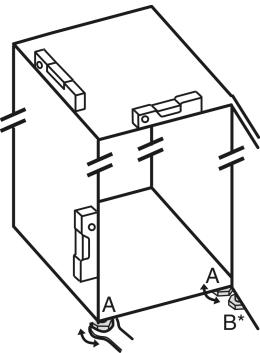

Fig. 5
- Развивайте регулируемите крачета Fig. 5 (A) с приложния гаечен ключ и с помощта на нивелир, докато уредът се изравни стабилно и хоризонтално.
- Развийте регулируемото краче Fig. 5 (B) на лагерната стойка с приложния гаечен ключ, докато то опре върху пода.
- Завъртете регулируемото краче Fig. 5 (B) с още 90°.